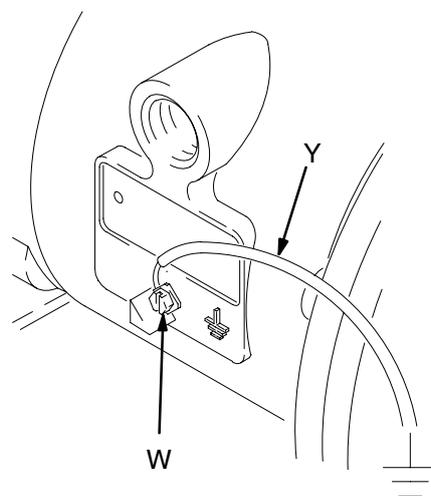

Рис. 1
Полипропилен и поливинилиденфторид представляют собой **не** проводящие жидкости. Закрепление заземляющего провода на зажиме заземление обеспечит заземление только пневматического двигателя. При перекачке проводящих воспламеняющихся жидкостей **всегда** заземляйте всю жидкостную систему, что обеспечит прохождение тока в жидкости к надежной линии заземления. См. Рис. 1.
- **Пневматический двигатель:** Подсоедините заземляющий провод и зажим, как показано на Рис. 1. Ослабьте затяжку заземляющего винта (W). Вставьте один конец заземляющего провода (Y) с минимальным сечением в $1,5 \text{ мм}^2$ (12 ga) позади заземляющего винта, и надежно затяните винт. Подсоедините конец заземляющего провода с наконечником к надежной линии заземления. Номер детали для заказа: 237569 - Заземляющий провод и зажим.